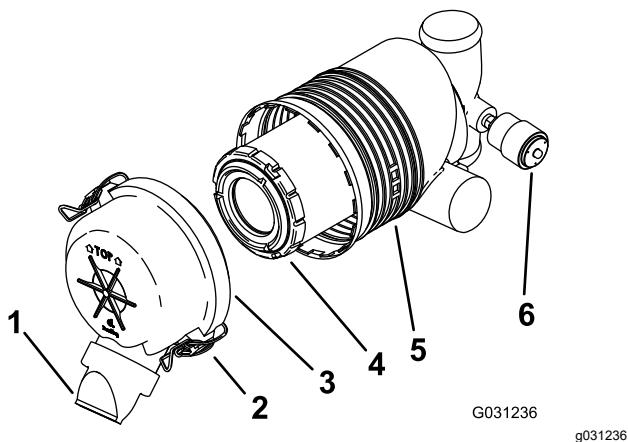

Figure 41
**Important:** Remplacez le filtre à air uniquement quand l'indicateur de colmatage est rouge (Figure 41). Ne remplacez pas le filtre à air plus fréquemment que nécessaire ; cela ne fait qu'accroître le risque de contamination du moteur par des impuretés quand le filtre est déposé.
5. Déverrouillez le filtre à air et détachez le couvercle du boîtier du filtre (Figure 41).
- Si l'indicateur de colmatage est transparent, reposez le couvercle du filtre à air, en orientant le capuchon protecteur vers le bas, et fermez les verrous (Figure 41).
- Sortez l'élément filtrant du boîtier du filtre à air avec précaution (Figure 41).
- Posez l'élément filtrant avec précaution (Figure 41).
- Reposez le couvercle du filtre à air, le capuchon protecteur orienté en bas, et fermez les verrous (Figure 41).